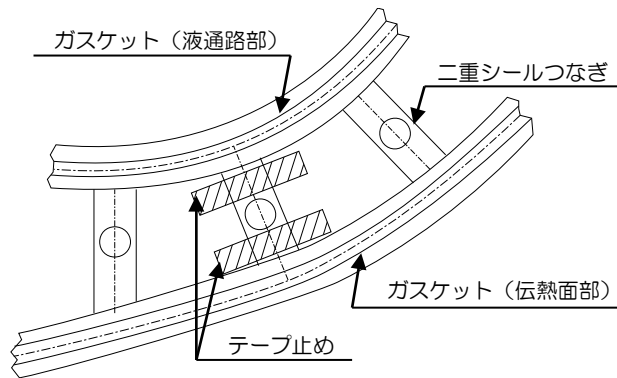

図8 テープでの固定方法
2) 通路孔の突起を切断後、ガスケットの専用接着剤「S-1」で貼り付けます。ただし、食品用途の場合につきましては、図8に示すように二重シールつなぎの上から粘着テープ（片面のみはがして接着する。）でプレートへ固定します。